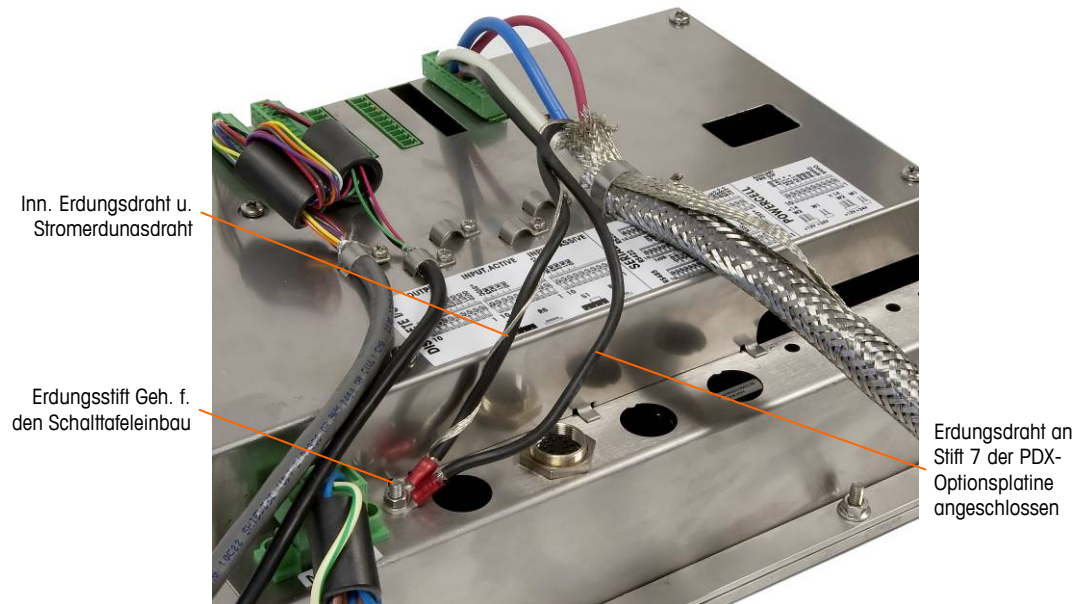

Abbildung 2-48: Completed PDX Home Run Power Ground Connection, Panel Mount Enclosure
6. Für ein IND780-Gehäuse für den Schalttafeleinbau werden die in Schritt 6 beschriebenen Anschlüsse am externen Erdungsstift vorgenommen (siehe Abbildung 2-48).